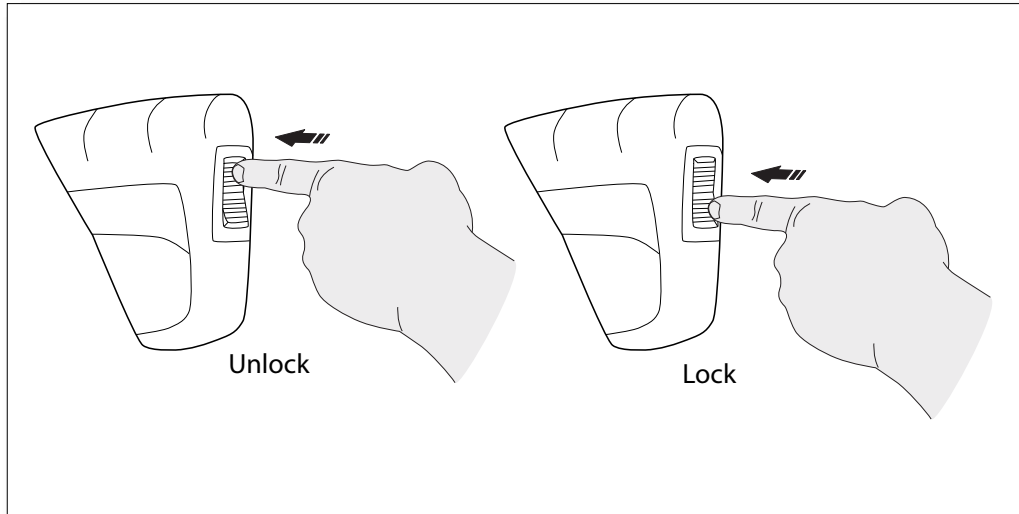

Fig. 7
- Para bloquear el gatillo de la pistola de la pistola objetivo lejos de usted y, a continuación, pulse el botón de bloqueo hacia adelante a la parte delantera de la pistola, **(Fig. 7)**, después de hacerlo, apriete o apriete el gatillo para asegurarse de que está bloqueado y no se mueve. Deje siempre botón de bloqueo en la posición de bloqueo cuando no está en uso. Esto garantiza que el arma se encuentra en modo de "seguridad" hasta que esté listo para su uso. Pulse el botón de bloqueo